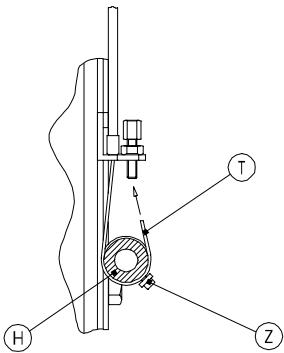

Fig. 5
- 7) Inserire il cavo **T** nel canalino del disco **H**, arrotorarlo intorno ad esso e farlo passare sotto il piattino **Z**, come in Fig.5.
- 7) Insert cable **T** into its seat on disc **H**, wind it around the disc and thread it under the cover **Z** as shown in Fig.5.
- 7) Engager le câble **T** dans la gorge du disque **H**, l'enrouler sur ce dernier et le faire passer sous la plaquette de retenue **Z**, comme indiqué en Fig.5.
- 7) Pasar el cable **T** por la ranura del disco **H**, enrollarlo en torno a éste y pasarlo bajo la guía **Z** (Fig. 5).
- 7) Kabel **T** in die Rille von Scheibe **H** einfädeln, um die Scheibe rollen und gem. Abb. 5 unter die Platte **Z** hindurchführen.